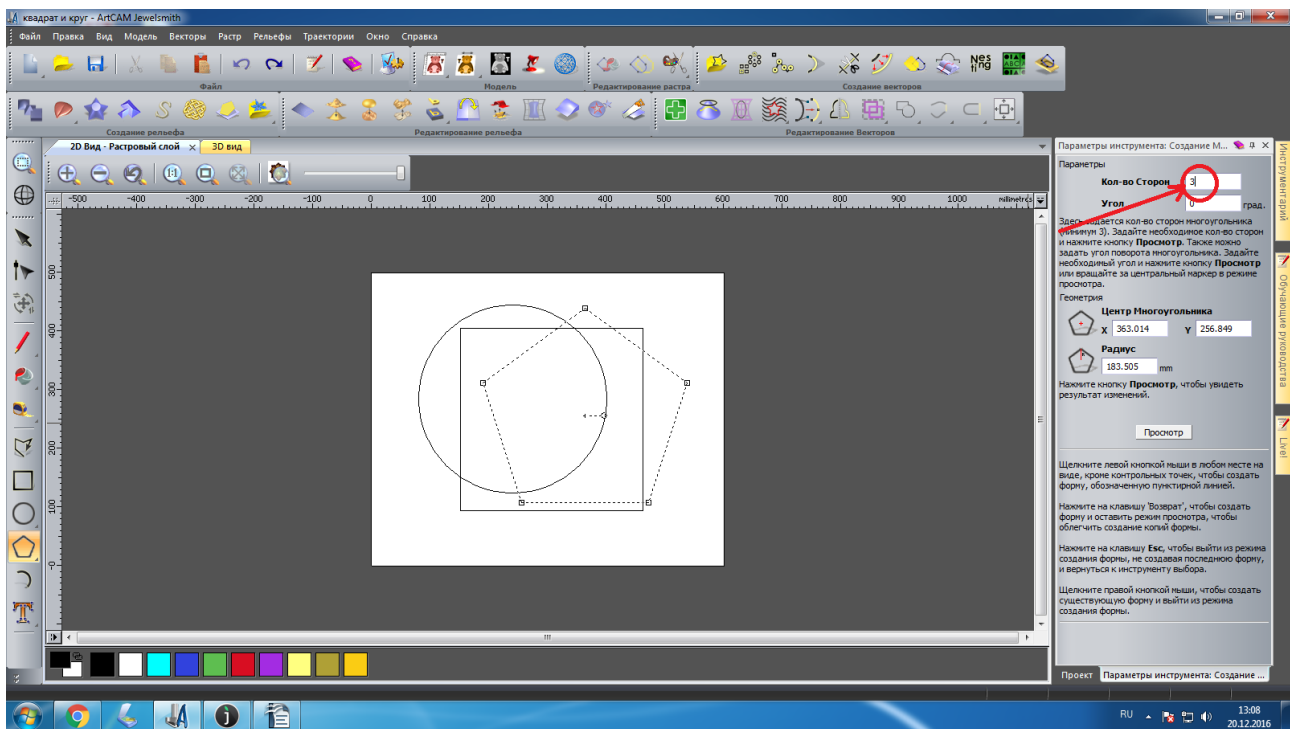

Рисунок 11. Параметры инструмента. Создание треугольника.
11. На панели «Параметры инструмента» в строке «Параметры» измените количество сторон, из 5 на 3. Многоугольник преобразуется в треугольник, рисунок 11 и 12